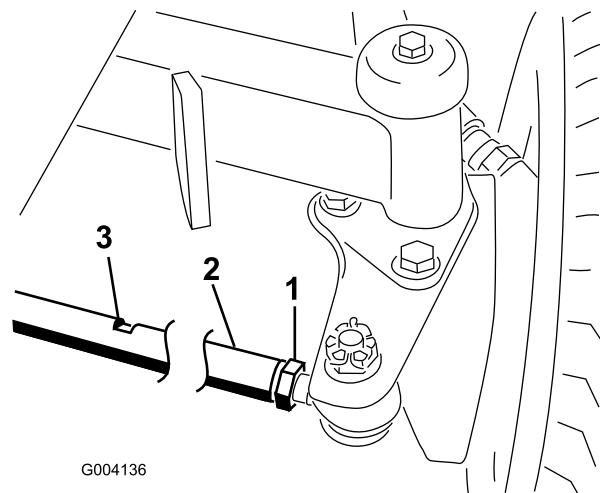

Рисунок 134
1. Ослабьте контргайку с каждой стороны соединительной тяги (Рисунок 134).